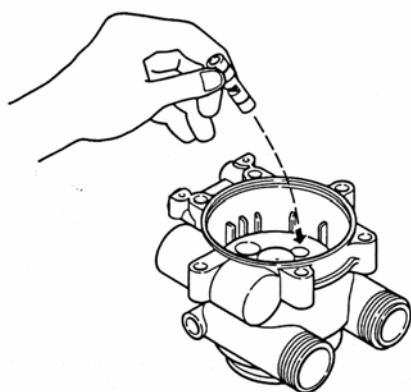

Bild 1.
10. Smörj in den rengjorda/nya injektorn med ett tunt lager armaturfett och skjut försiktigt ner den i sitt säte igen. (se bild 1). Se till att någon av de båda rektangulära öppningarna i injektorn pekar mot centrum av automatikkroppen.